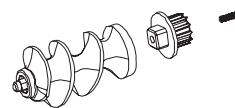

Figura 07
O eixo moedor (11) está ilustrado conforme figura 07. O usuário poderá desmontá-lo, se for necessário, para limpar e instalá-lo novamente.